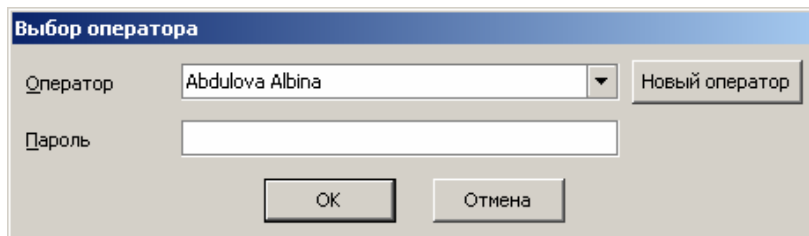

Рисунок 1.10
2. В открывшемся окне «Выбор оператора» (рис.1.10) выберите имя оператора в поле «Оператор», введите пароль в соответствующее поле и нажмите кнопку <ОК>.
***Примечание.** Вы можете аналогичным образом добавить нового оператора в окне «Выбор оператора» (рис.1.10), нажав кнопку <Новый оператор>.*